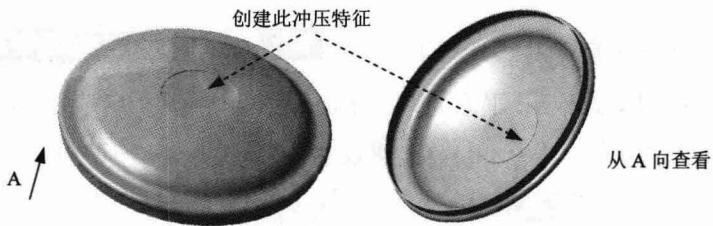

图 1.12 用户冲压 1
Step6. 创建图 1.12 所示的成形特征——用户冲压 1。
(1) 切换工作台。选择下拉菜单 **开始** → **机械设计** → **Generative Sheetmetal Design** 命令切换至“创成式钣金设计”工作台。
(2) 定义工作对象。在  上右击，然后在弹出的快捷菜单中选择